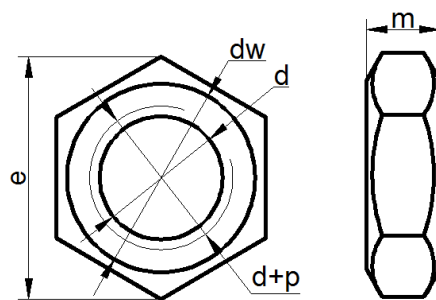
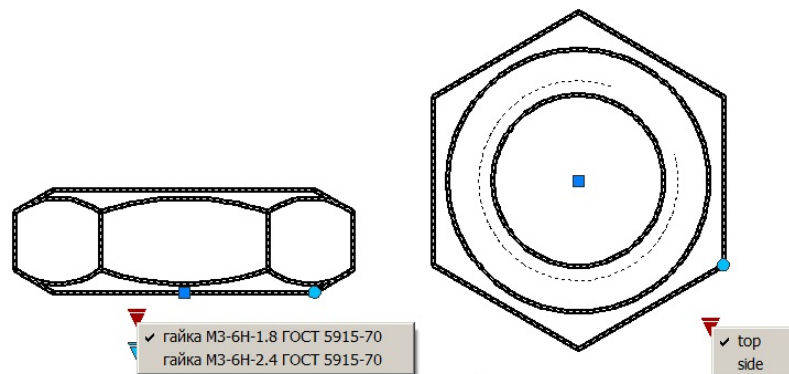

Рис. 6.37. Зображення гайки ГОСТ5915-70
Рис. 6.38. Динамічний блок завдання 6.4
**Завдання 6.4.** Розробити динамічний блок зображення гайки МЗ ГОСТ-5915-70 "Гайки шестигранные класса точности В". (рис. 6.37). Забезпечити можливість повороту зображення, вибір варіанту зі списку, вибір виду: згори/збоку. Передбачити зображення будь якого варіанту схеми в одному блоці (рис. 6.38). Кресленик зберегти.